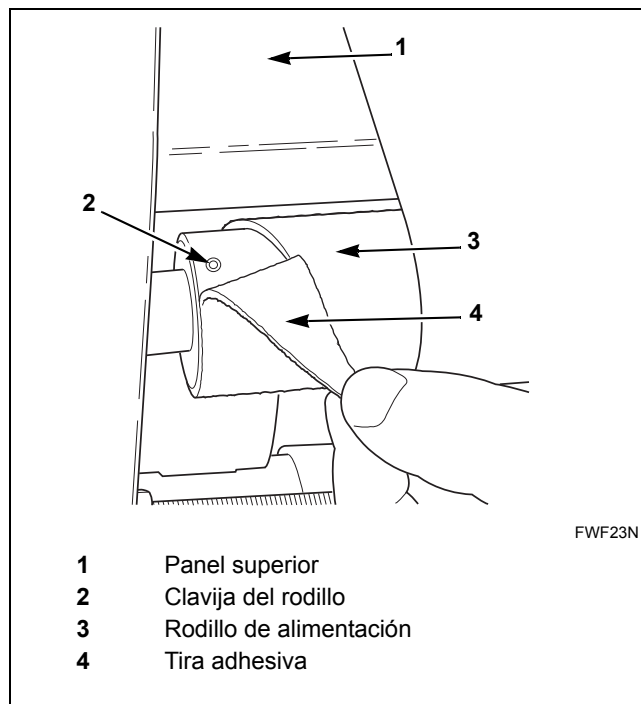

Figura 29
3. Quite la tira adhesiva del lado izquierdo del rodillo de alimentación para exponer la clavija del rodillo. Consulte la *Figura 29*.